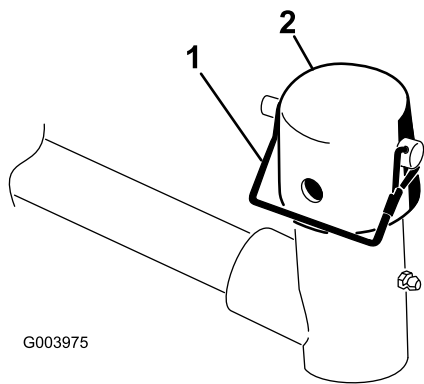

图9
7. 从提升臂轴枢上拆下保险销和中心盖（图9）。
注意： 如果需要可转动的滚刀组，可使用槽；如果需要滚刀组锁定到位，可使用孔（图9）。